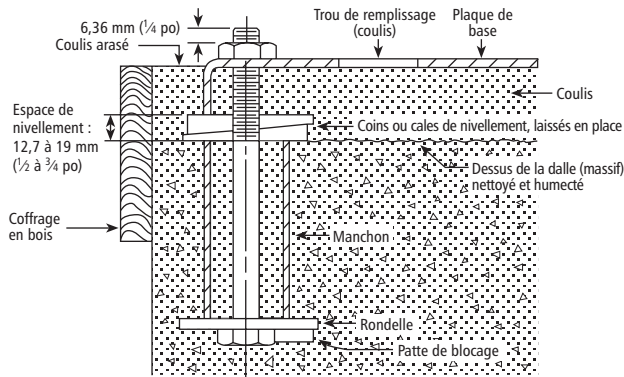

Figure 1
2.3.1. On doit remplir de coulis le vide entre la plaque de base et la dalle, qui doit reposer sur une semelle de fondations solide (v. fig. 1).